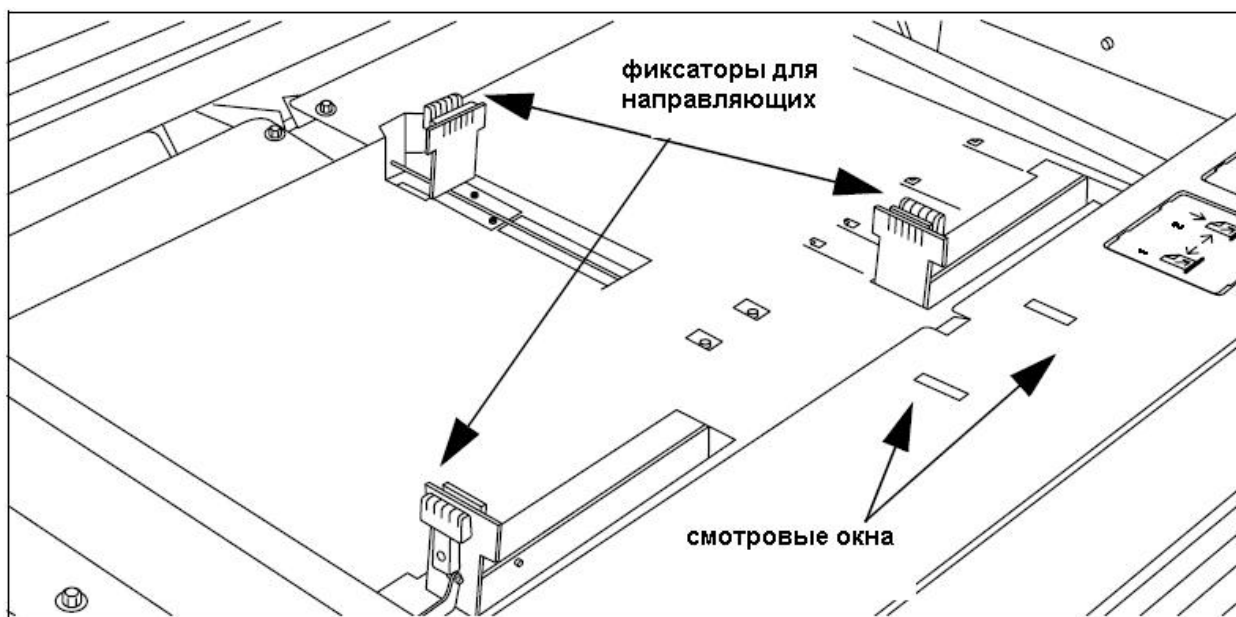

Рисунок 98: Установка положения правой направляющей
2. Освободите правую направляющую, для этого сожмите фиксаторы светло зеленого цвета на направляющей (смотрите рисунок 98) и передвиньте направляющую к отметке требуемого размера носителя.
Примечание: Вы можете проверять правильность загрузки носителя, наблюдая за ним через смотровые окна в лотке (смотрите рисунок 98).